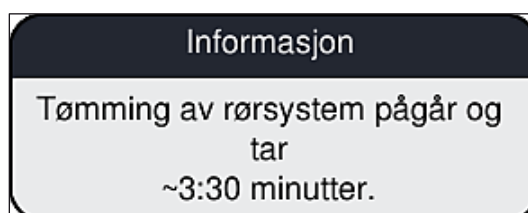

Fig. 106
6. På skjermbildet vises en informasjonsmelding (→ Fig. 106) som informerer brukeren om varigheten. Denne meldingen forsvinner så snart luftpumpingen har blitt fullført.